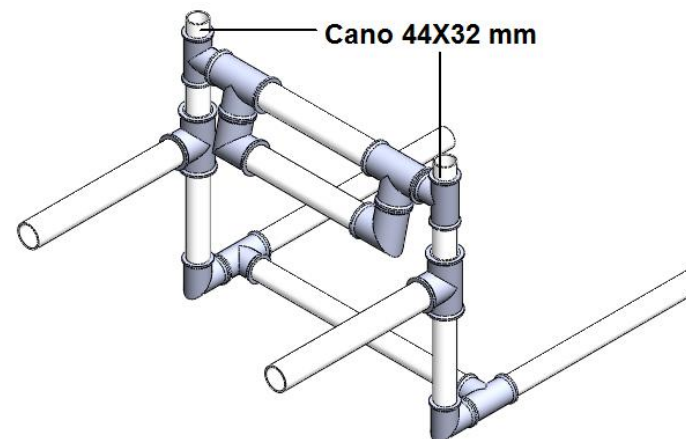

Figura 36. Montagem Final – Passo 9
- Passo 9: Junte 2 canos de 44X32 mm nas conexões "T32 mm", como mostrado na figura 36 (1 unidade);